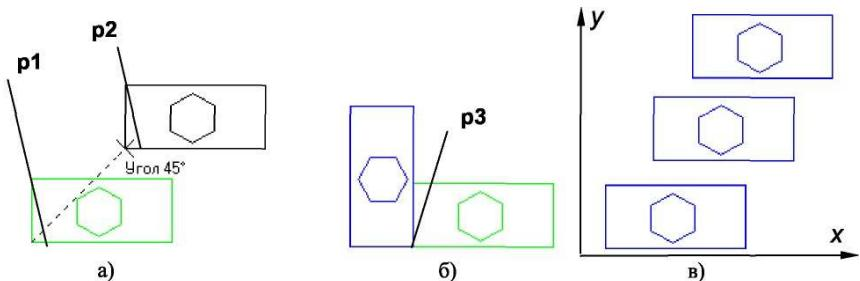

Рис. 4.3. - Примеры использования команд сдвига и копирования объектов
- 3) указать положение базовой точки **p1** (рис. 4.3 а);
- 4) указать новое положение базовой точки **p2** (рис. 4.3 а);
- **Копирование.** Копирование осуществляется смещением копии по осям **x** и **y** (рис. 4.3в).